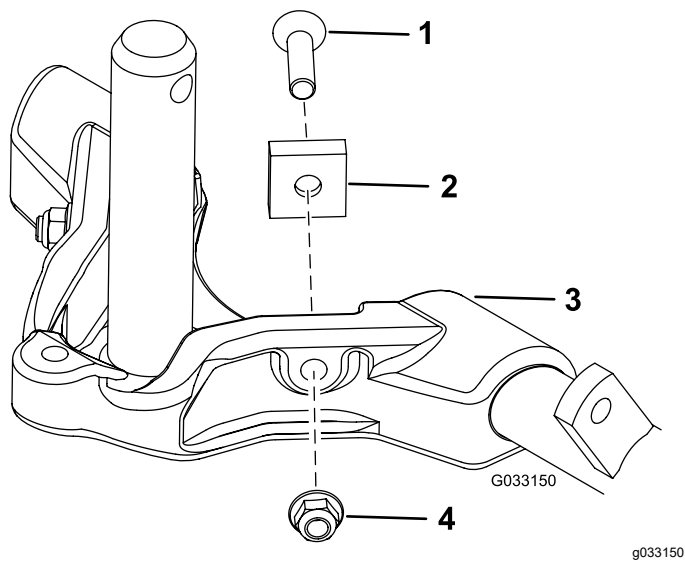

図 15
7. 後ろのカッティングユニット2番と3番のキャリアフレームから、ピボットスペーサ、六角ソケットねじ、およびフランジロックナット各2個(図 15)を取り外すことにより、これらのカッティングユニットの首振り追従性能を向上させることができます(図 12)。